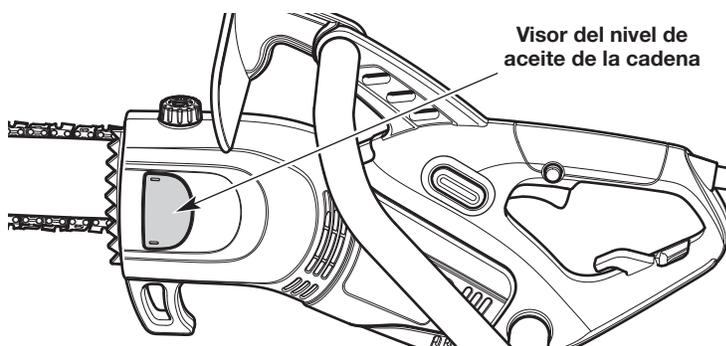

Fig. 25
- Observe el interior del visor del nivel de aceite de la cadena. El nivel de aceite debe llenar el visor por lo menos hasta la mitad (Fig. 25). Si el nivel de aceite es demasiado bajo, agregue aceite para la barra y la cadena. Consulte *Llenado del depósito de aceite de la cadena*.